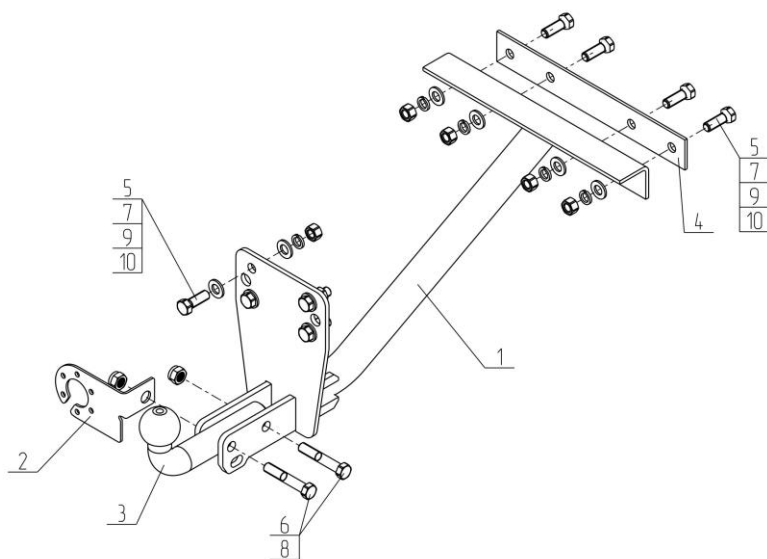

Рис.1.
- в соответствии с рис.1 закрепить ТСУ к раме автомобиля;